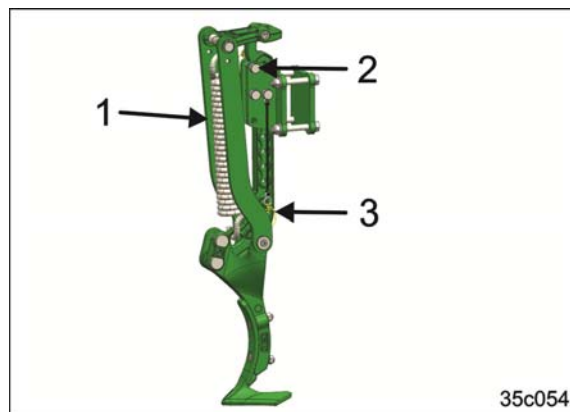

Fig. 128
8. Sæt traktor-sporløsneren i traktor-sporløsnerholderen (Fig. 128/1) med det indstøbte håndtag.
9. Sæt alle stikbolte i (Fig. 128/2).
10. Sørg for at sikre stikboltene med en ringsplit (Fig. 128/3).